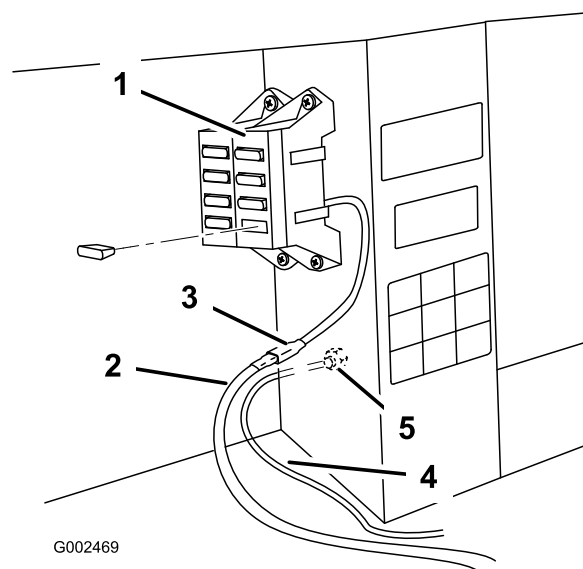

Figura 23
2. Collegate l'anello del filo nero alla vite di massa (Figura 23).